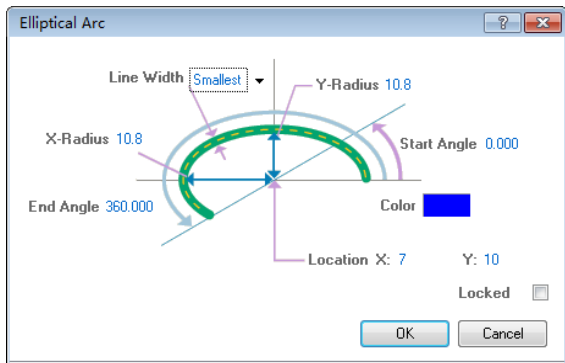

图 18-14 圆弧属性对话框
(1) 打开本例对应的电子资源 New_IntLib.LibPkg 工程, 双击 SCH_Components.SchLib 进入原理图库编辑环境。
(2) 打开库面板 SCH Library, 空白的库中默认包含一个名称为 Component_1 的元件。
(3) 更改元件名称。选中 Component_1 元件, 执行 Tools >> Rename Component 命令, 在弹出的重命名对话框中输入新元件名称 NPN1, 单击 OK 按钮退出。
(4) 设置度量系统。执行菜单命令 Tools >> Document Options, 打开文档选项对话框, 在 Unit 选项卡中将当前度量系统设为英制系统, 同时度量单位设为 DXP Defaults。
(5) 调整栅格大小。执行菜单命令 View >> Grids >> Set Snap Grid, 将栅格大小设置为 1, 也可按 G 键将栅格大小循环切换到 1。
(6) 绘制元件外形。
① 单击 Utility Tools 子工具栏上的  按钮, 进入绘制直线状态, 在点(0, 2)和点(0, 18)之间画一条直线, 绘制完成后单击鼠标右键。
② 按照同样的方法再画两条直线, 第一条连接点(0, 13)和点(10, 20), 第二条连接点(0, 7)和点(10, 0)。在绘制过程中需要按下快捷键 Shift + Space 切换转角模式为 Any Angle。
③ 单击 Utility Tools 子工具栏上的  按钮, 进入绘制圆弧状态, 按下 Tab 键开启属性对话框, 按照图 18-14 所示设置椭圆线宽、半径、起始和终止角度、中心的 X 和 Y